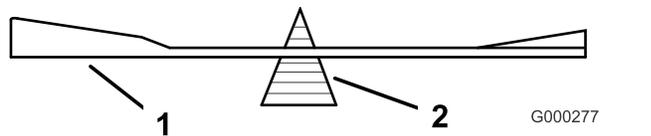

Figure 80
- Vérifiez l'équilibre de la lame en la plaçant sur un équilibreur (Figure 80).